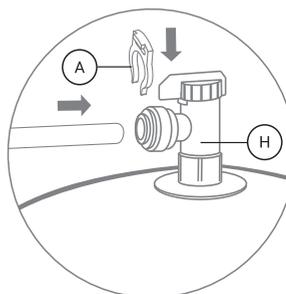

Рис. 21
5. Подключите синюю пластиковую трубку, идущую от фитинга-тройника угольного пост-фильтра к вентилю (Н) накопительного бака: вставьте пластиковую трубку в фитинг до упора (рис. 21), для герметизации соединения приложите дополнительное усилие, при этом трубка утопится еще примерно на 3 мм и будет плотно обжата резиновым кольцом фитинга. Установите стопорную клипсу (А) из комплекта поставки.